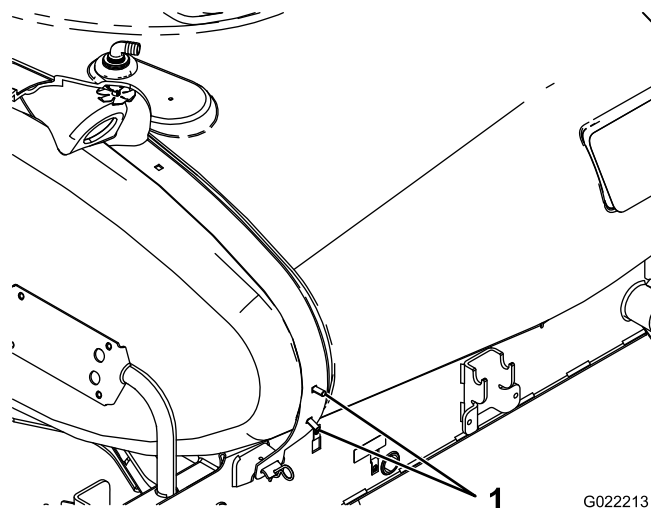

Figure 8
2. Placez 2 boulons de carrosserie dans les trous intérieurs inférieurs sur le côté droit de la sangle arrière du réservoir (Figure 8).